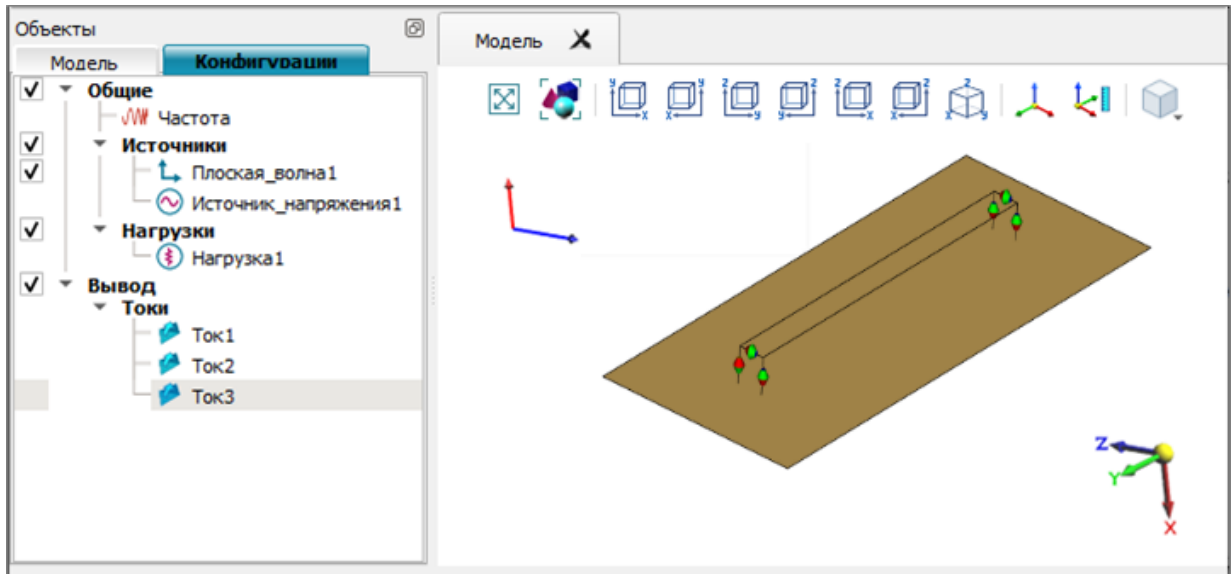

Рис. 89
12.5.3. Нажать кнопку «Создать». В указанном порте будет создан объект *НагрузкаN* и добавлен в раздел «Нагрузки» дерева «Конфигурация», как показано на рис. 89.